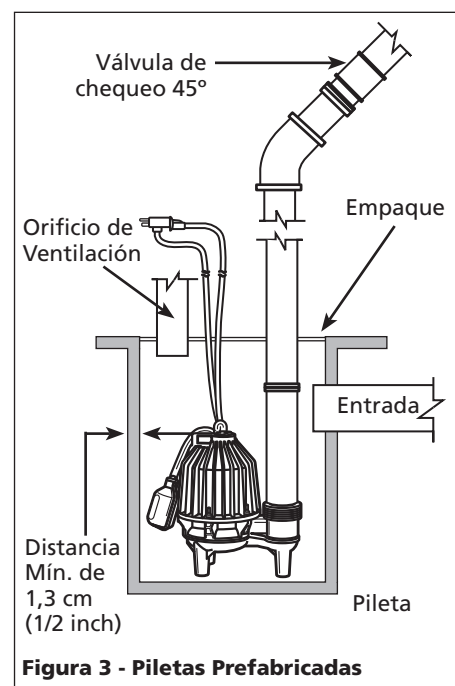

Figura 3 - Piletas Prefabricadas
- Esta bomba tiene un interruptor/ flotante desmontable con un enchufe incorporado (vea la Figura 3). La longitud del cordón entre el flotante y la abrazadera no debe ser menos de 8,26 cm (3-1/4 inch) y no se debe usar en una pileta de menos de 35,6-cm (14 inch) de diámetro. Si va a usar un diferencial diferente al fijado de fábrica, cerciórese de que cuando la bomba se apague todavía haya por lo menos 10,2-cm (4 inch) de agua en la pileta de modo que el impulsor permanezca sumergido.